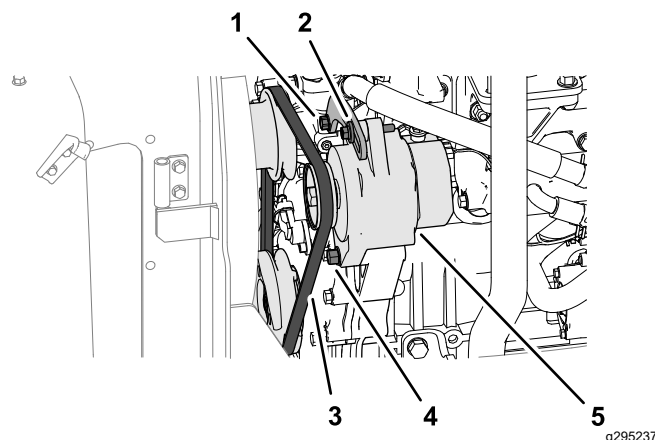

Figure 72
1. Exercez une force de 10 kgf sur la courroie d'alternateur (Figure 72) à mi-chemin entre les poulies.
- Si la courroie présente une flèche de moins de 10 mm, desserrez le boulon de pivot de l'alternateur et le boulon de tension (Figure 72), et réduisez la tension de la courroie.
- Si la courroie présente une flèche de plus de 10 mm, desserrez le boulon de pivot de l'alternateur et le boulon de tension (Figure 72), et augmentez la tension de la courroie.
Remarque: Au besoin, desserrez le boulon du support de tension (Figure 72).
3. Serrez les boulons (Figure 72).